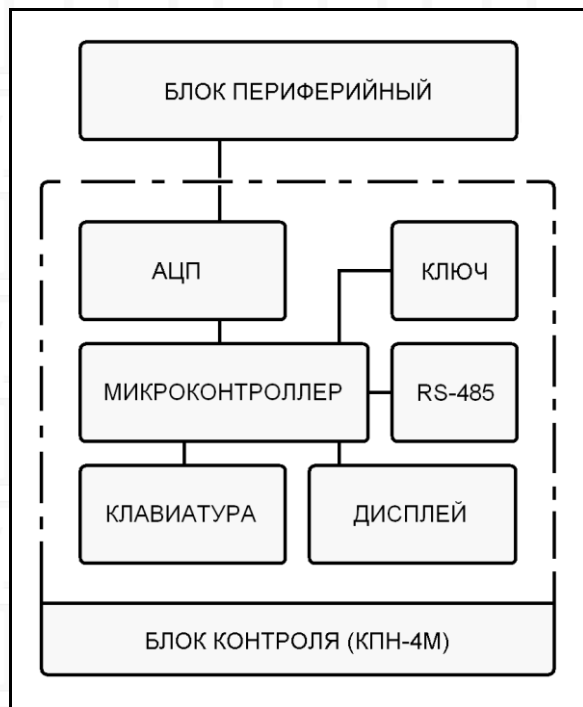

Рисунок 2.
5.2 Структурная схема контроллера показана на рис.2. Первичный преобразователь преобразует ток контролируемой фазы в сигнал, пропорциональный значению активного тока, потребляемого двигателем привода нории. Этот сигнал подается на вход АЦП, где происходит его преобразование в цифровой код. Затем обработка цифрового сигнала производится микропроцессорным модулем, имеющим блок клавиатуры [1] для управления режимами работы и графический дисплей [2] матричного типа для отображения режима функционирования. Ключ на сигнализацию и управление срабатывает при превышении уставки максимальной производительности нории или достижении уставки малого счетчика величины задания.